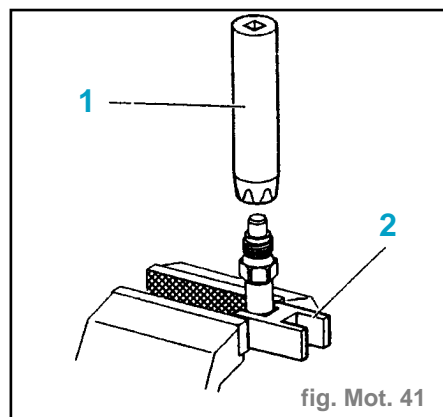

fig. Mot. 41
- Fixer le porte-injecteur et l'outil (2) dans un étau (fig. Mot. 41).
- Desserrer le porte-injecteur en utilisant la douille (1).